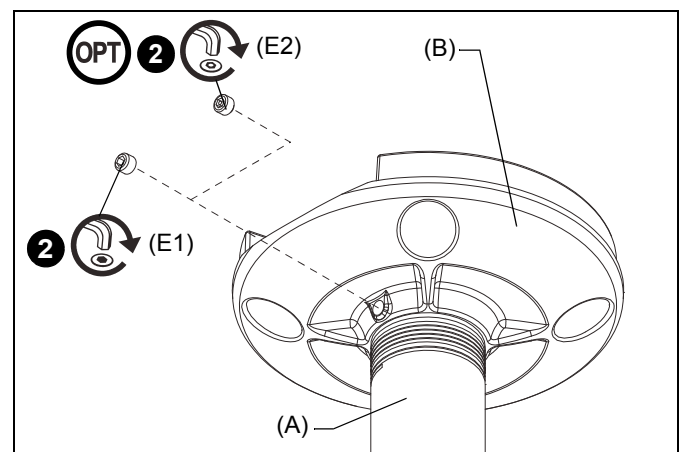

Figura 7
1. Instale o tubo fixo (A) de 3" no anel rosqueado da placa de teto (B) até estar apertado, com um mínimo de quatro roscas encaixadas. (Consulte a Figura 7)
2. Prenda a coluna de extensão usando *um* dos seguintes métodos: (Consulte a Figura 7)
- Instale um parafuso do conjunto (E1) de 5/16" x 1/4" no orifício rosqueado da placa de teto (B), apertando firmemente contra a coluna.
- **OPCIONAL:** Usando uma chave sextavada de segurança (G2) de 5/32", instale um parafuso do conjunto de segurança (E2) de 5/16" x 1/4" no orifício rosqueado da placa de teto (B), apertando firmemente contra a coluna.